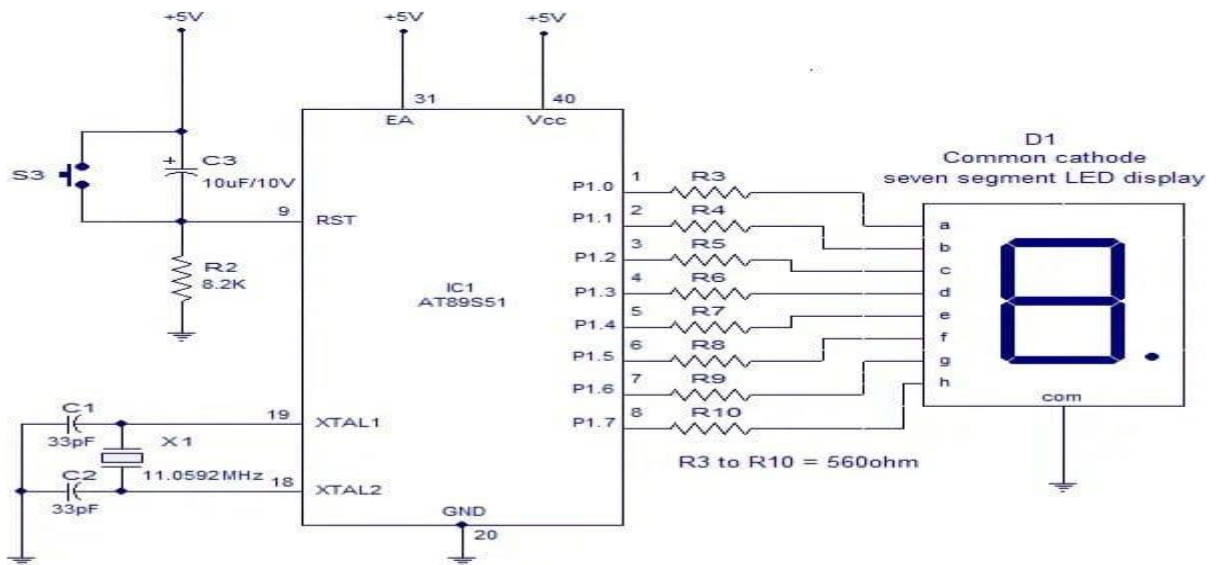

FIGURE4.3.3 मायक्रोकंट्रोलरसह 7 सेगमेंट एलईडी डिस्प्लेचे इंटरफेसिंग
4.3.2 FIGURE4.3.3 8051 मायक्रोकंट्रोलरसह 7 सेगमेंट एलईडी डिस्प्लेचे इंटरफेसिंग दर्शविते.